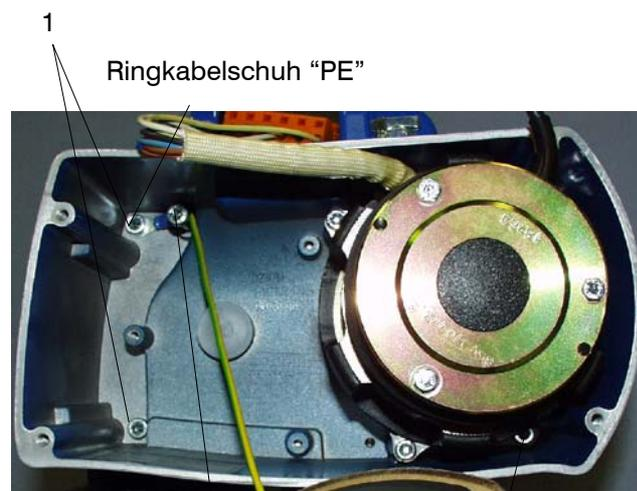

Bild 22
- Drei Befestigungsschrauben M10x140 (Bild 22) lösen und Getriebe bis zum Anschlag abziehen.
Drei Zylinderschrauben (Pos. 1 + 2, Bild 22) lösen.
Das Getriebe kann jetzt vom Mittelgehäuse abgezogen werden. Der Weg wird durch die Arretierschraube (Pos. 3 in Bild 22) begrenzt.
Drei Zylinderschrauben lösen (Pos. 1+2, Bild 22)
Das Getriebe kann jetzt vom Mittelgehäuse abgezogen werden (Bild 23). Der Weg wird durch die Arretierschraube (Pos.3, Bild 22) begrenzt.